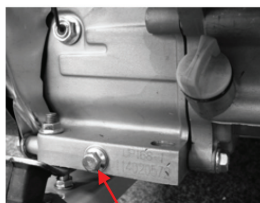

Рис. 17
3. Выкрутите сливной болт (Рис. 17, 18)